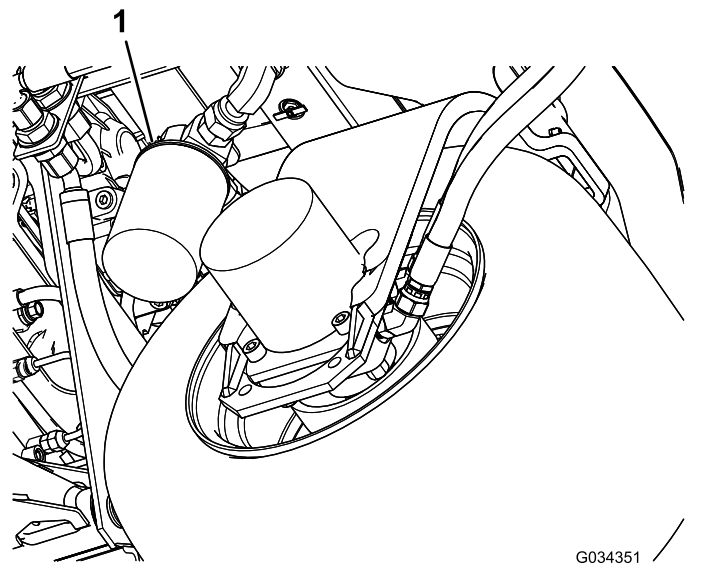

Figura 79
2. Limpie la zona de montaje del filtro. Coloque un recipiente debajo del filtro (Figura 79) y retire el filtro.